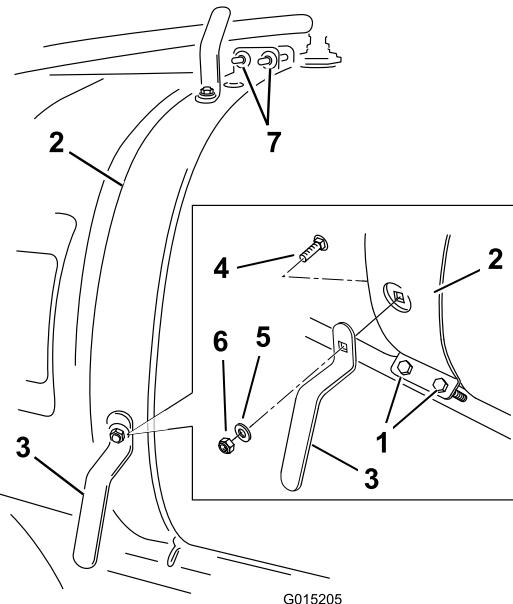

Figura 3
1. Afloje el fleje delantero del depósito en el lado derecho (Figura 3).
2. Instale el gancho inferior de la manguera según se indica en Figura 3 usando un perno de cuello cuadrado (5/16 x 3/4 pulgada), una arandela (3/8 pulgada) y una contratuerca (5/16 pulgada).
3. Instale el gancho superior de la manguera según se indica en Figura 3 usando un perno de cuello cuadrado (5/16 x 3/4 pulgada), una arandela (3/8 pulgada) y una contratuerca (5/16 pulgada).